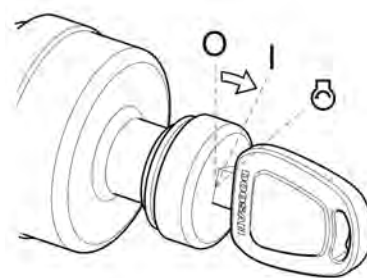

Рис. 4
5. Повернуть ключ стартера в положение "I" (Включен), рис. 4. Проверить все световые индикаторы. Предупреждающий сигнал будет звучать в течение 2 секунд. Через 2 секунды все световые индикаторы, кроме перечисленных ниже, должны выключиться.